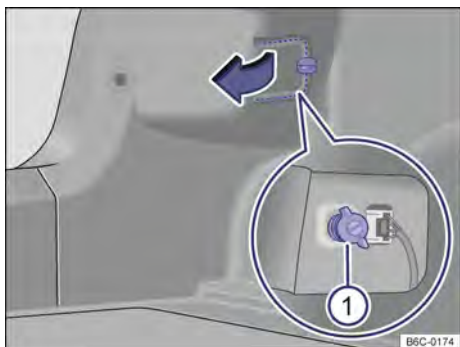

Fig. 131 En el maletero: desmontar la cubierta y retirar el tornillo mariposa ① (fragmento ampliado).
3. Para abrir la cubierta de la linterna, girar la traba → fig. 131 (flecha).
5. Aflojar el tornillo mariposa ① (fragmento ampliado) y retirarlo, sosteniendo, al mismo tiempo, la linterna trasera.
18. Sustener la linterna trasera en la posición de montaje con una de las manos y atornillar con la otra el tornillo mariposa → fig. 131 ①.